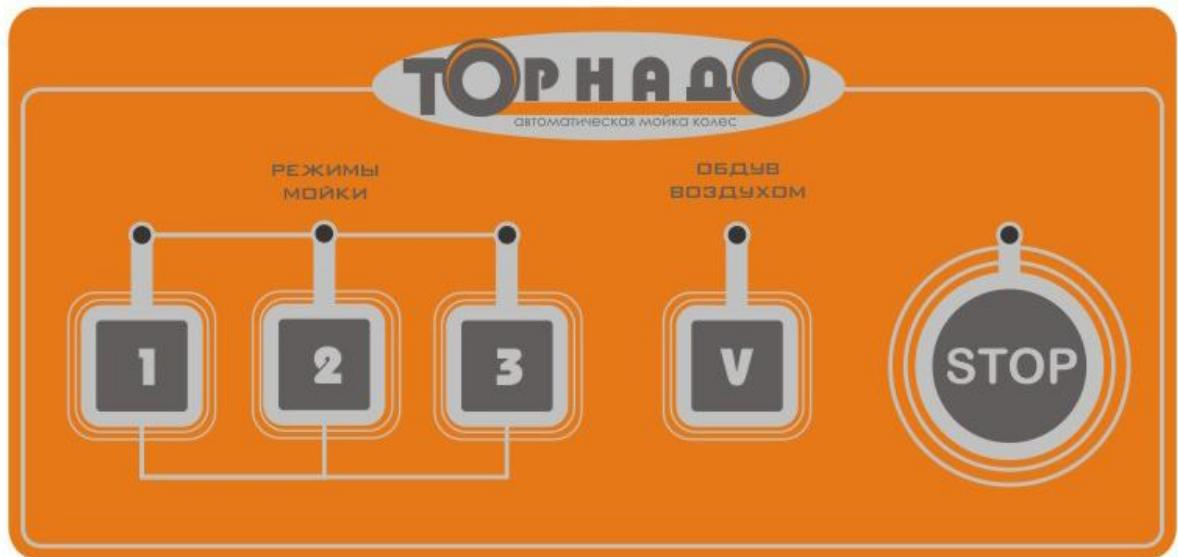

Рис. 5. Панель пленочная.
4.4. Наполнить ванну водой не ниже и не выше 3см отметки красного указателя, который расположен внизу моечного отделения между валами рис. 5
4.10. Снять крышку с электротехнического отделения (рис.5), потянув ее вверх и на себя, и визуально проверить работу стендса, нажав на одну из кнопок программ мойки расположенных на кнопочной (пленочной) панели управления. **Вал электродвигателя привода колеса должен вращаться по часовой стрелке**. Работу насоса слышно по шуму воды внутри моечного отделения. По окончании программы мойки, привод колеса продолжает вращаться и срабатывает электромагнитный клапан подачи воздуха, обдув происходит в течение 15с. После этого привод колеса отключается.